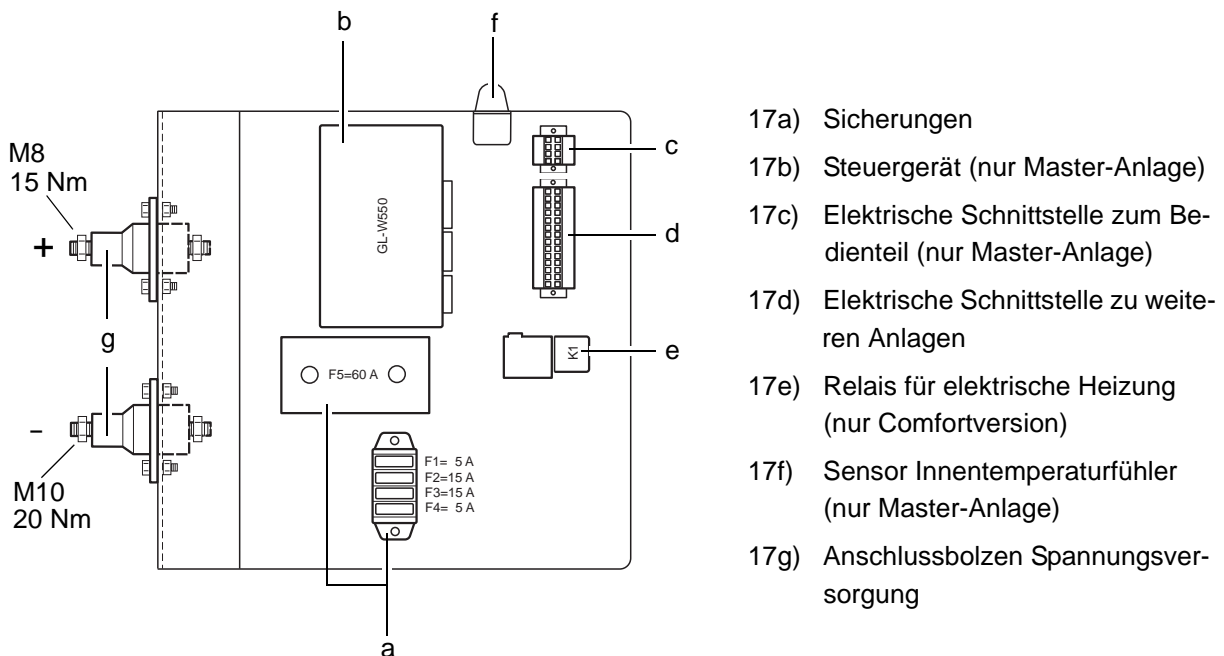

Abb. 2.2 Elektroplatte (vereinfacht)
- 17 - Elektroplatte (siehe Abb. 2.2)